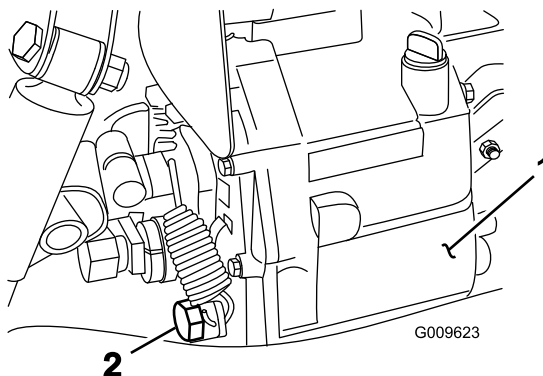

Figura 66
2. Retire o tampão de escoamento da parte lateral do reservatório e deixe o fluido hidráulico escorrer para o recipiente (Figura 66).